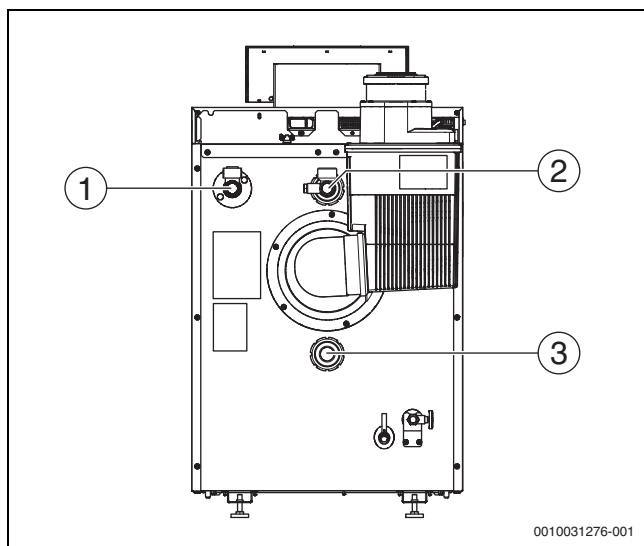
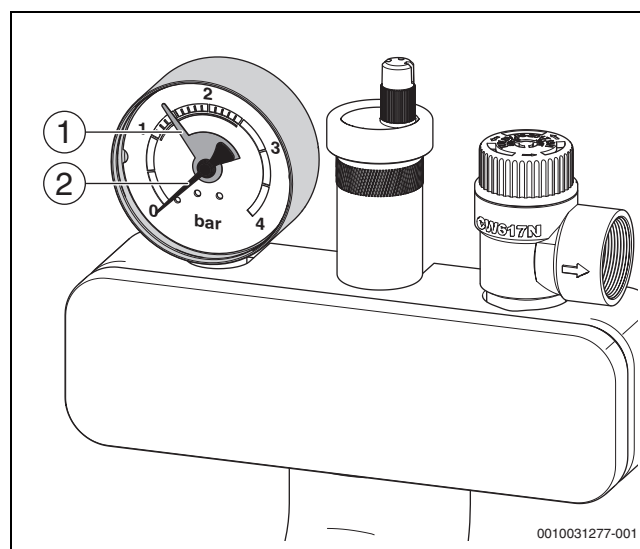

Bild 25 Vorlauf (VK) und Rücklauf (RK) montieren
Bild 26 Manometer
- ▶ Roten Zeiger (→ Bild 26) des Manometers auf den erforderlichen Mindestdruck von 1 bar einstellen.
- ▶ Heizungsanlage über den bauseitigen Füllhahn (→ Bild 25) langsam befüllen. Dabei Druckanzeige des Manometers (→ Bild 26) beachten.